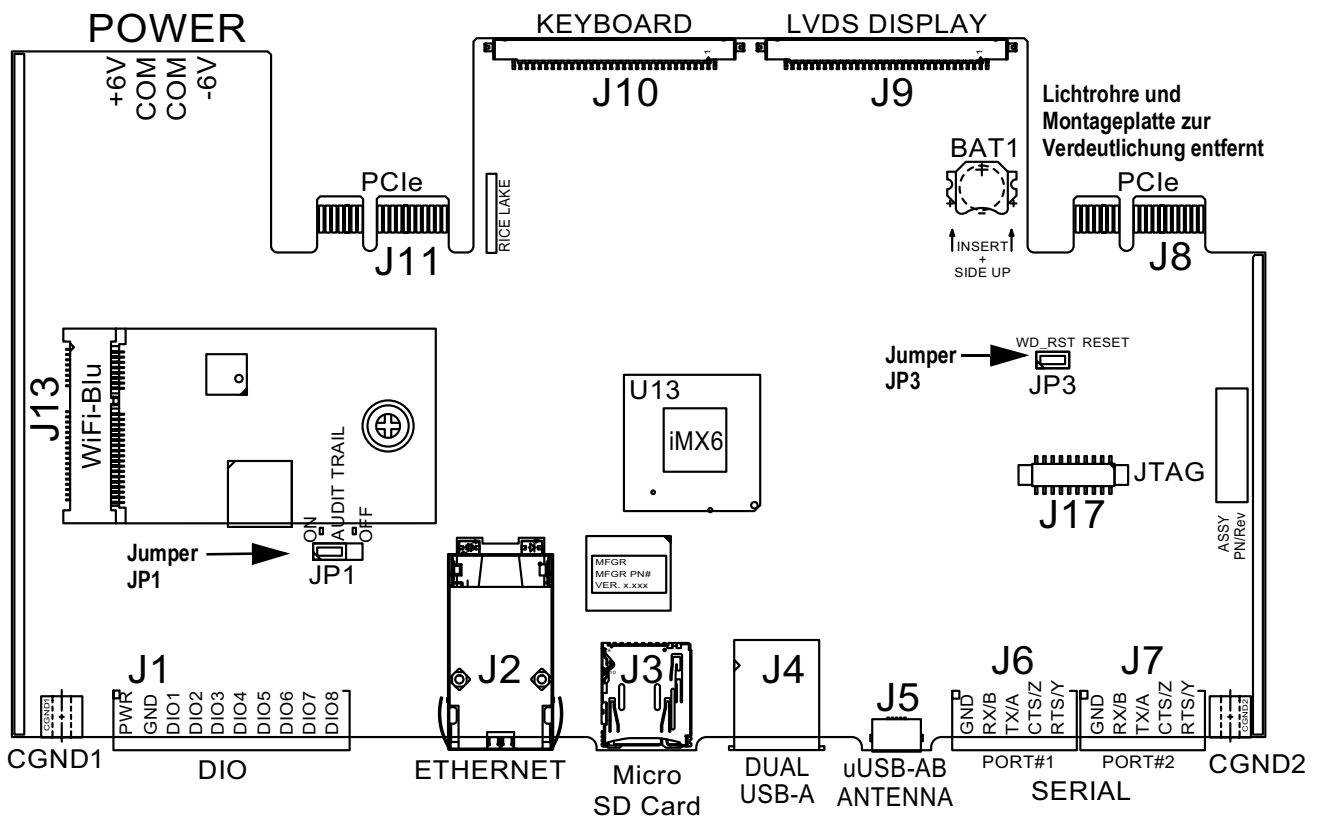

Abbildung 3-3. Jumper-Positionen
**!** **ANMERKUNG:** Für den Zugriff auf die Konfiguration über das vordere Bedienfeld (durch Drücken der Taste auf dem Touchscreen) muss sich der Jumper JP1 in der Ein-Position (links) befinden. Um den Zugriff auf die Konfiguration über das Bedienfeld einzuschränken, muss sich JP1 in der Aus-Position (rechts) befinden, sodass der Zugang nur über den Setup-Schalter möglich ist, siehe Abbildung 3-3 auf Seite 53.